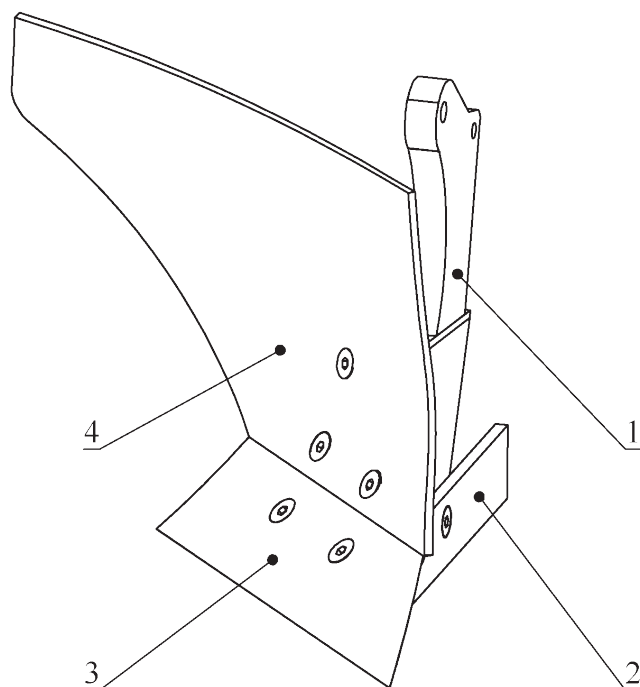

Рис. 2. Элементы корпуса плуга
Корпус — это основной рабочий орган плуга. В его состав (рис. 2) входят: стойка (1), на которой закреплены лемех (3), отвал (4) и полевая доска (2). Рабочими частями корпуса плуга являются лемех и отвал, а служебными — полевая доска и стойка. Лемех, подрезая пласт, изменяет форму и затупляется, что может привести к нарушению технологического процесса вспашки. Кроме того, по мере затупления лемеха, возрастает тяговое сопротивление плуга и увеличивается расход топлива.